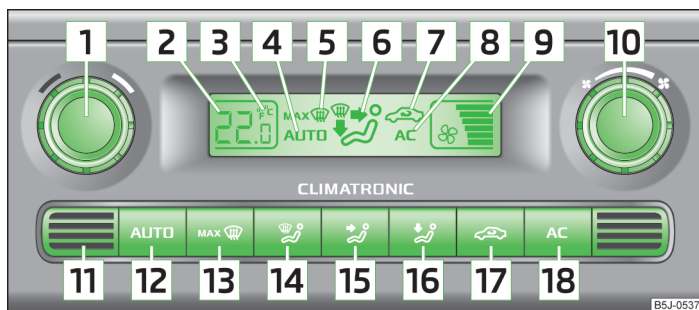

Fig. 81 Climatronic: Elementi di comando
-  **18** » fig. 81 a pagina 83 si attiverà.
- Premere il tasto  **12** » fig. 81 a pagina 83.
Premere contemporaneamente i tasti  e  » fig. 81 a pagina 83 e mantenerli premuti. Sul display vengono visualizzati i valori nell'unità di misura desiderata.
Nella parte inferiore del dispositivo è presente un sensore per la rilevazione della temperatura abitacolo **11** » fig. 81. Non applicare adesivi sopra né coprire in altro modo il sensore, in quanto ciò potrebbe influenzare il buon funzionamento di Climatronic.
- Premendo il tasto (AUTO) **12** » fig. 81 a pagina 83 nel display comparirà **AUTO**.
- Dopo l'inserimento dell'accensione, con la manopola **1** » fig. 81 a pagina 83 è possibile impostare la temperatura desiderata per l'abitacolo.
➤ Premendo il tasto  **17** » fig. 81 a pagina 83 sul display si accenderà il simbolo .
➤ Premendo nuovamente il tasto  **17** » fig. 81 a pagina 83 sul display si spegnerà il simbolo .
➤ Ruotare la manopola **10** » fig. 81 a pagina 83 verso sinistra (riduzione del numero di giri della ventola) o verso destra (aumento del numero di giri della ventola).
➤ Premere il tasto  **13** » fig. 81 a pagina 83.
➤ Premere nuovamente il tasto  **13** oppure il tasto » fig. 81 a pagina 83 .